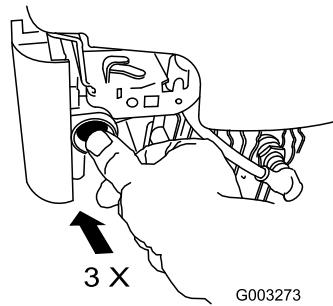

Figure 20
2. Appuyez fermement à 3 reprises sur l'amorceur avec le pouce, en marquant une pause d'une seconde chaque fois (Figure 20).